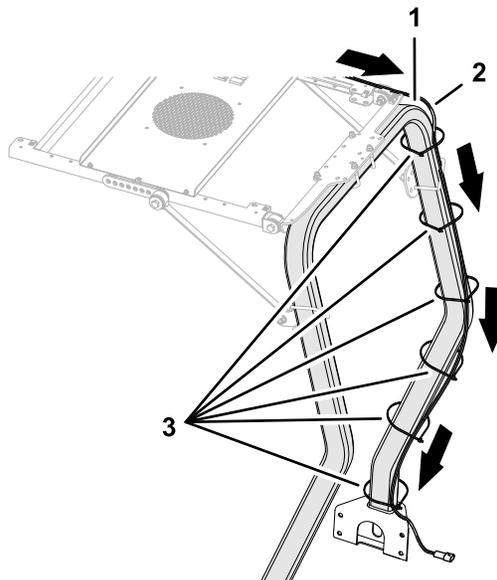

Рисунок 9
- Проложите жгут проводов из комплекта панели переключателей вдоль трубы защитной дуги, как показано на Рисунок 9.
- Прикрепите жгут проводов к трубе защитной дуги с помощью кабельных стяжек, установив их по месту (Рисунок 9).